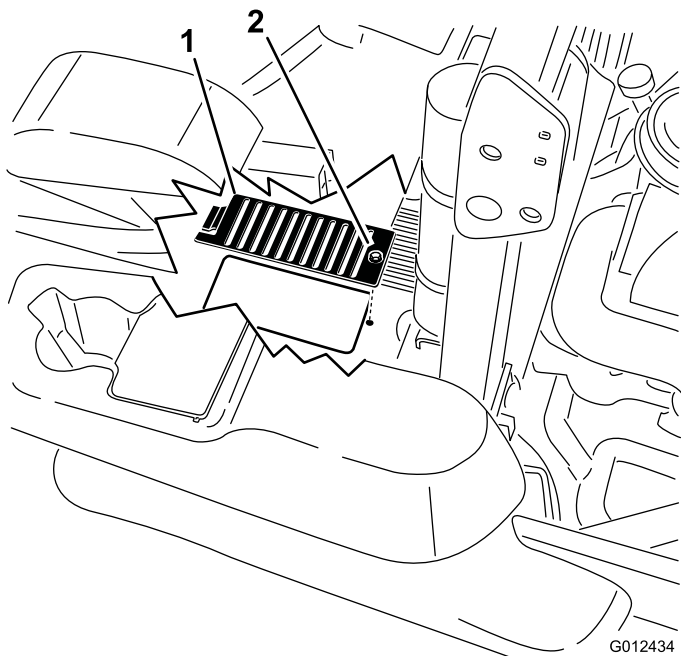

Figura 77
6. Togliete il coperchietto e il relativo bullone sopra ogni asta di livello. Pulite l'area attorno a ogni asta di livello e all'unità idraulica (Figura 77).